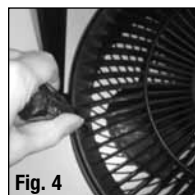

Fig. 4
- Vuelque con cuidado el ventilador sobre la parte frontal en una mesa (Fig. 4).